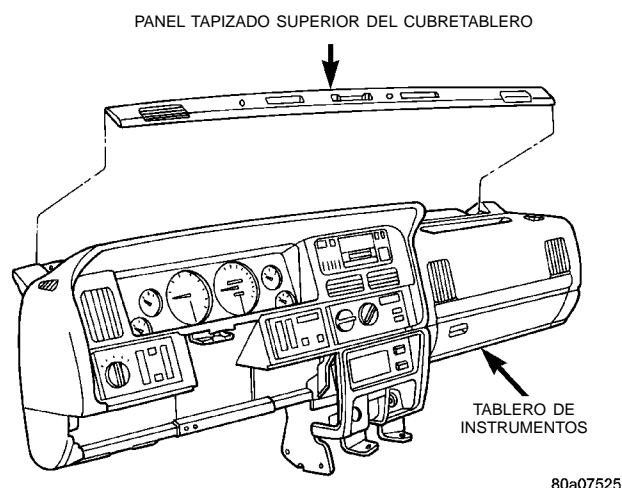

Fig. 21 Desmontaje/instalación del panel tapizado superior del cubretablero
- (1) Desconecte y aísele el cable negativo de la batería.
- (2) Con una herramienta de hoja ancha y plana como por ejemplo una varilla de tapicería, haga palanca con cuidado en el panel tapizado superior del cubretablero para extraerlo del acolchado superior del tablero de instrumentos (Fig. 21).
- (3) Tire del tablero hacia arriba lo suficiente como para desenchufar el conector del mazo de cables para el sensor solar o para retirar el sensor solar del panel tapizado superior del cubretablero, si el vehículo lo tiene instalado.